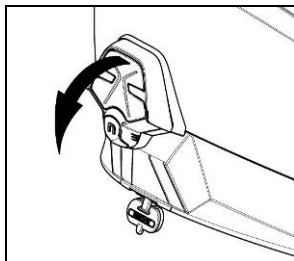

Fig. 10
- Ta ESS-lyset ut fra skallet (fig. 10).